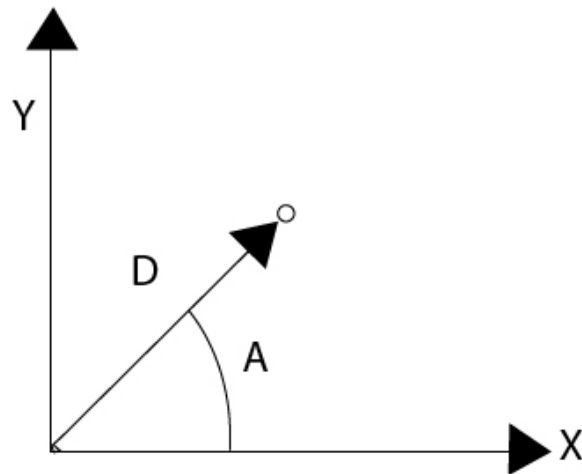

Figura 2.15. Coordenadas polares.
**Coordenadas polares.** Mediante este método se especifica la distancia y ángulo del punto. Se introduce en la forma  $D < A$ , donde  $D$  es la Distancia y  $A$  es el Ángulo. También es posible especificar coordenadas polares relativas; por ejemplo:  $@5 < 45$  (ver figura 2.15).